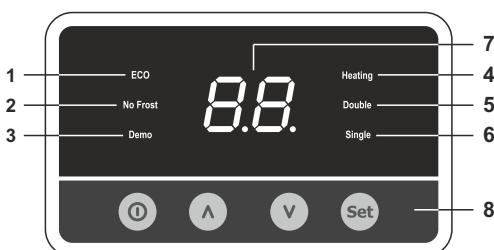

Рисунок 1. Электронная панель управления
У моделей оборудованных электронной панелью управления (**Рис. 1**) с цифровым дисплеем, включение/выключение ЭВН осуществляется кнопкой на панели управления «**①**» (8).